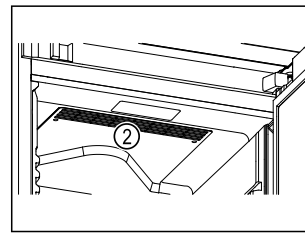

Fig. 61
- ❑ Mantenere libere le fessure di ventilazione *Fig. 61 (2)* della ventola di ricircolo nel vano interno.